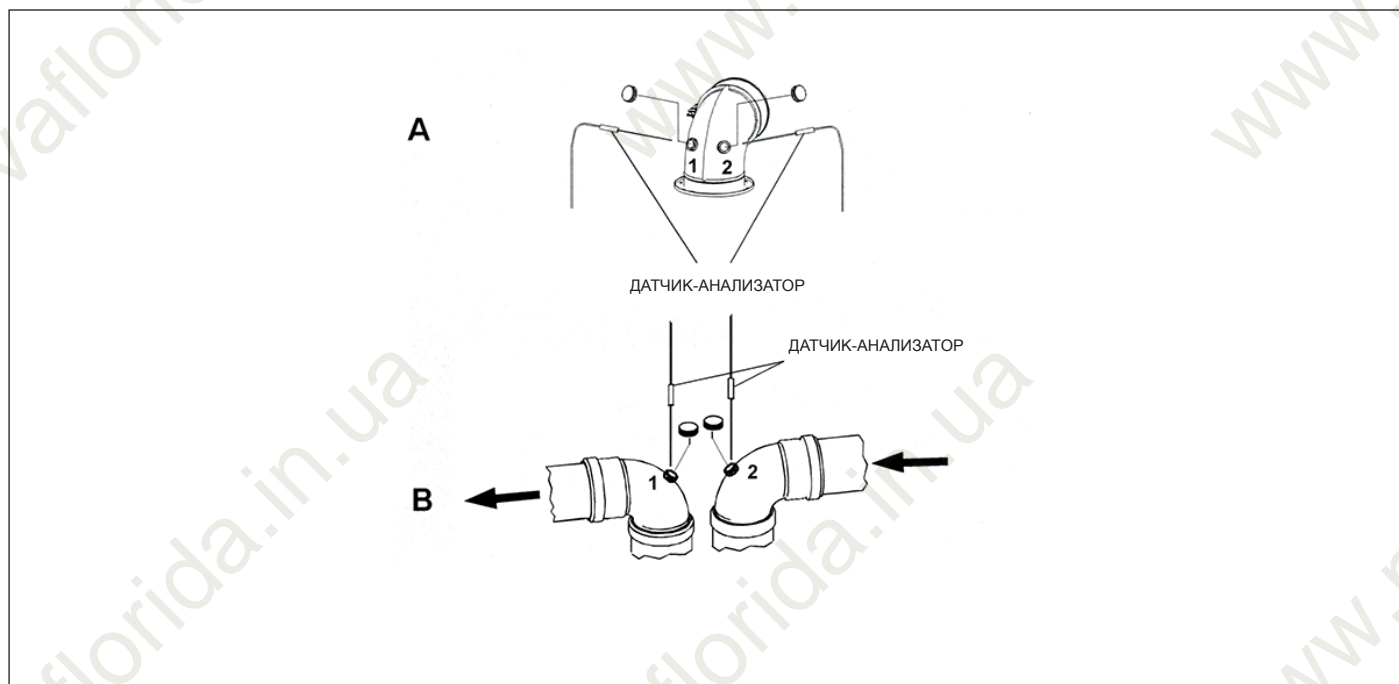

Рис. 12 Примеры мест для контроля дымовых газов
- измерить температуру воздуха для горения через отверстие 1 (см. см. (А) Рис. 12 Примеры мест для контроля дымовых газов для котлов с герметичной камерой сгорания, укомплектованных трубами со специальными отверстиями).
- измерить температуру дымовых газов и содержание CO2 через отверстие 2 (см. см. (А) Рис. 12 Примеры мест для контроля дымовых газов для котлов с герметичной камерой сгорания, укомплектованных трубами со специальными отверстиями).
- измерить температуру воздуха для горения через отверстие 2 (см. см. (В) Рис. 12 Примеры мест для контроля дымовых газов для котлов с герметичной камерой сгорания, укомплектованных трубами со специальными отверстиями).
- измерить температуру дымовых газов и содержание CO2 через отверстие 1 (см. см. (В) Рис. 12 Примеры мест для контроля дымовых газов для котлов с герметичной камерой сгорания, укомплектованных трубами со специальными отверстиями).